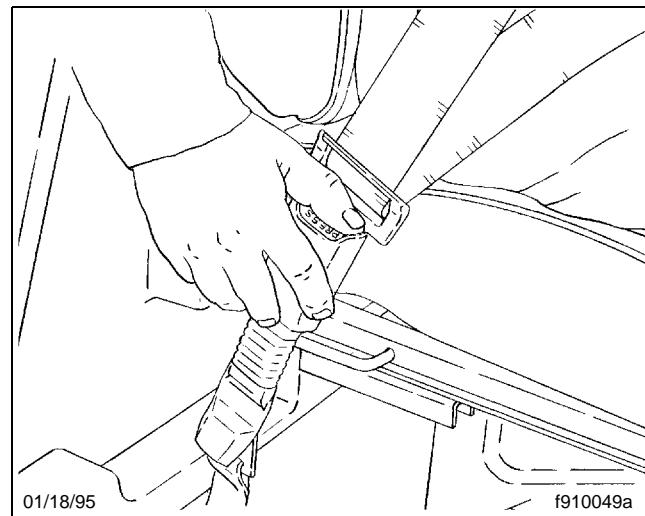

Figura 2.13, Cómo soltar el cinturón de tres puntos
**Figura 2.13.** Si se usó la pinza Komfort Latch, suéltela dando a la correa de hombro un tirón rápido. Si Ud. se inclina hacia adelante contra la correa, la pinza Komfort Latch se soltará automáticamente y será necesario reajustarla.